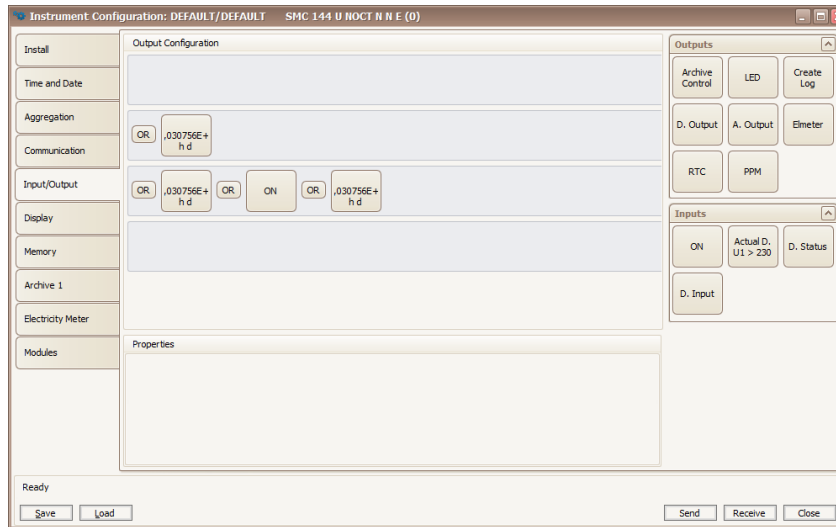

Figure 14: ENVIS.Daq - nastavení chování programovatelných vstupů a výstupů.
2.3.5 Inputs & Outputs (fig. 14)